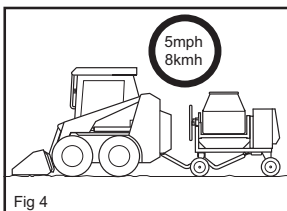

Fig 4
- Estas betoneiras estão preparadas para ser rebocadas por curtos períodos de tempo e a uma velocidade máxima de 8 Km/Hora (Fig. 4).